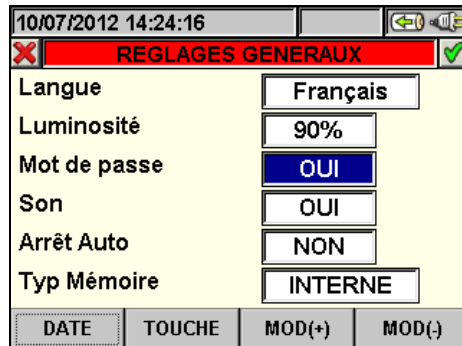

Fig. 12 : Page-écran de réglage Mot de passe de protection
1. Placer le curseur à l'aide des touches fléchées haut ou bas sur la ligne « Mot de passe » la mettant en évidence en bleu, comme il est montré à la Fig. 12 :